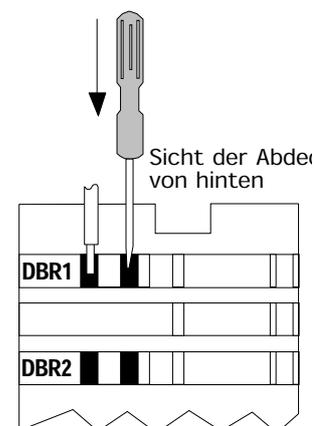

Abbildung 4.2
- Führen Sie einen flachen Schraubendreher (Klinge max. Größe 3,5 mm) in das Loch ein (wie in Abb. 4.2. zu sehen)